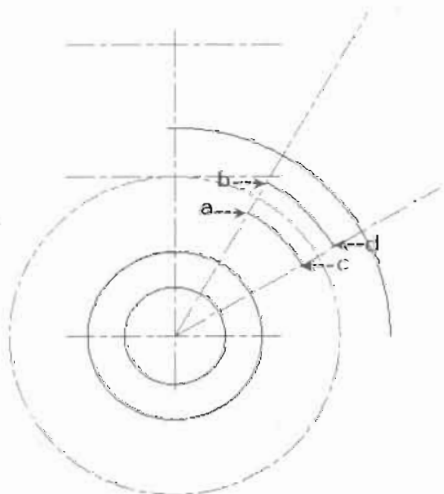

图 4-198
(8) 选择“辅助线”图层为当前图层, 以同心圆的圆心为圆心绘制半径为 36 的辅助线圆, 命令执行过程如下, 绘制结果如图 4-198 所示。